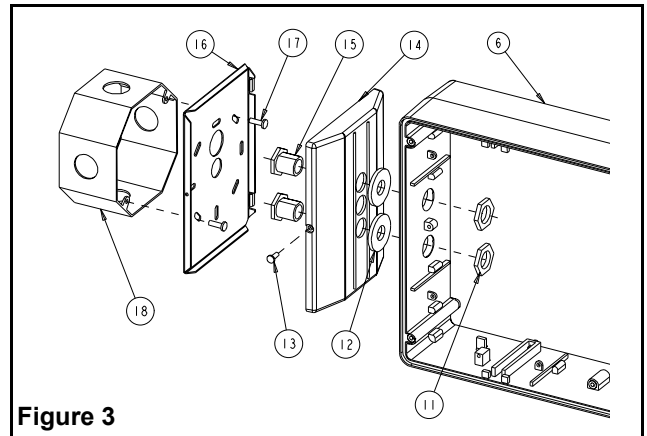

Figure 3
- i. Fixer le pavillon au cadre à l'aide du raccord fileté. S'assurer que les rondelles d'étanchéité sont bien placées entre le pavillon et le cadre, et les écrous à l'intérieur de l'indicateur ((voir figure 3).